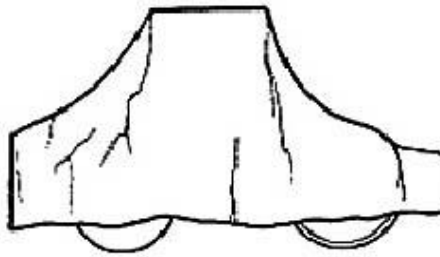

Рис. 4-9
- В случае хранения машины на открытом воздухе ее необходимо накрыть брезентом или другим водонепроницаемым материалом (рис. 4-9)